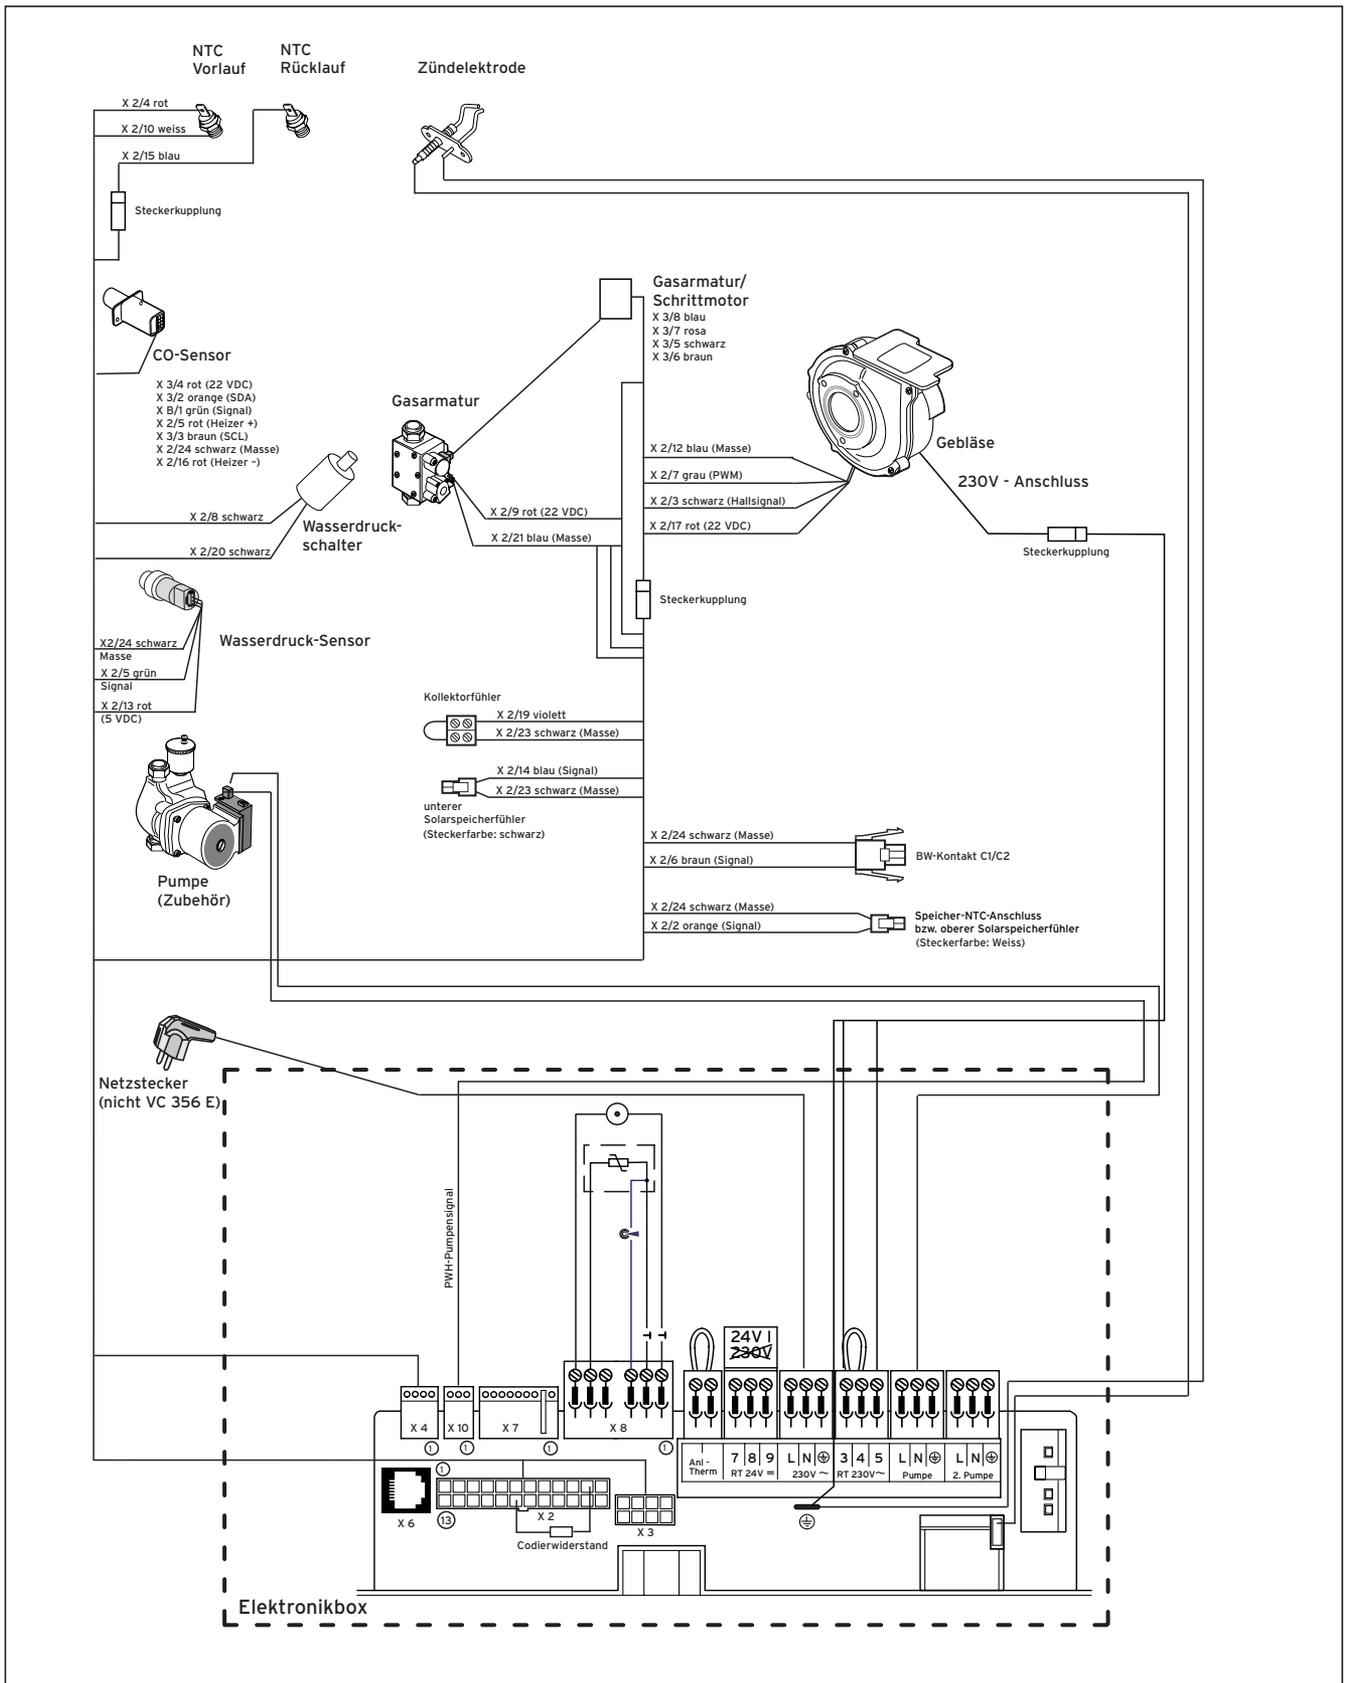

Abb. 4.11 Verdrahtungsplan ecoTEC exclusiv VC
- Schließen Sie den Kollektorfühler (Art.-Nr. 25 35 30) an das entsprechende Anschlusskabel der Geräteelektronik an (s. Abb. 4.11); die Brücke an der Lüsterklemme ist zu entfernen.
- Schließen Sie den unteren Solarspeicherfühler (Art.-Nr. 71 14 13) an das entsprechende Anschlusskabel der Geräteelektronik an (s. Abb. 4.11).
- Schließen Sie den oberen Solarspeicherfühler (Art.-Nr. 71 14 13) an das Anschlusskabel „Speicher-NTC-Anschluss“ der Geräteelektronik an (s. Abb. 4.11).
- Schließen Sie die Signalleitung „Warmwasseranforderung“ des externen Reglers an das Anschlusskabel „BW-Kontakt C1/C2“ der Geräteelektronik an (s. Abb. 4.11).